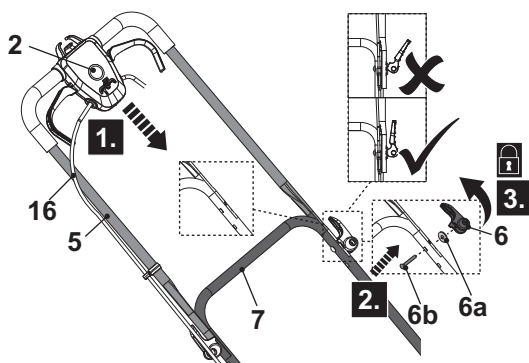

Fig. 3
4. Sostenga el manillar superior (5) con el botón del interruptor de seguridad (2) mirando hacia arriba. Alinee los orificios de montaje del manillar superior (5) y de los manillares inferiores (7) (Fig. 3, paso 1).
5. Pase el perno de montaje (6b) a través de los orificios de montaje hasta el final (Fig. 3, paso 2).
6. Coloque la arandela (6a) y enrosque la palanca de sujeción (6) en el sentido de las agujas del reloj a través de la rosca del perno de montaje (6b), bloquéela doblando la palanca de sujeción (6) hacia el mango. Si la palanca de sujeción (6) no se puede doblar, aflójela y vuelva a doblarla. Si está demasiado floja, apriétela girando la palanca de sujeción (6) (Fig 3, paso 3).
7. Vuelva a hacerlo en el otro lado. Asegúrese de que el cordón de interconexión (16) pase por el lado superior del manillar superior (5, 7).